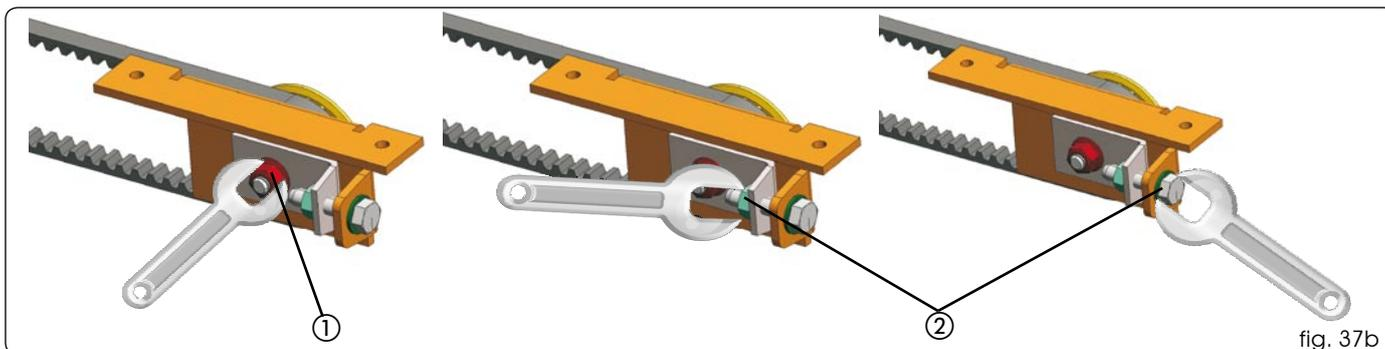

fig. 37b
- Allentare il dado (fig. 37b rif. ①).
- Agire sulla vite e il bullone (fig. 37b rif. ②) per tendere la cinghia oppure per allentarla.
- Dopo aver regolato il tensionamento stringere il dado (fig. 37b rif. ①).